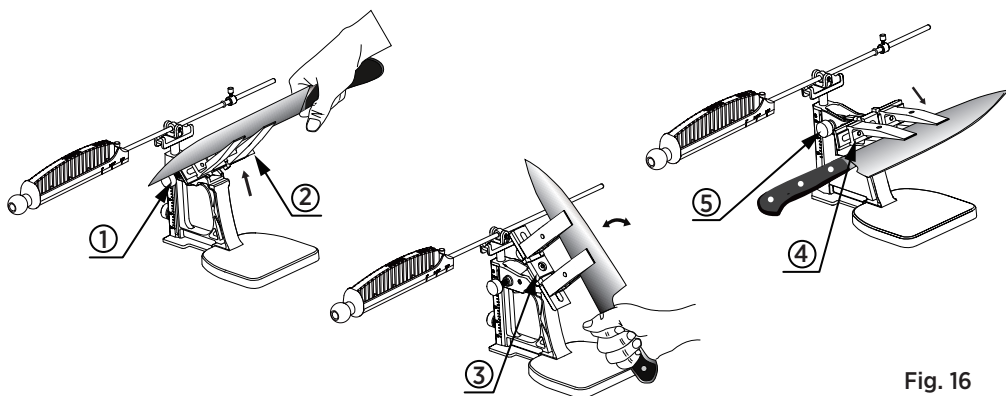

Fig. 16
3. Continúe afilando hasta que sienta una rebaba a lo largo de todo el filo en el lado opuesto de la cuchilla. Afloje el botón de giro, levante el haz rotatorio y gírelo cuidadosamente 180° para cambiar al lado opuesto de la cuchilla. Sostenga el mango del cuchillo para un mejor control durante este paso. (Ver Fig. 16). Una vez completado el ajuste, apriete firmemente el botón de giro.